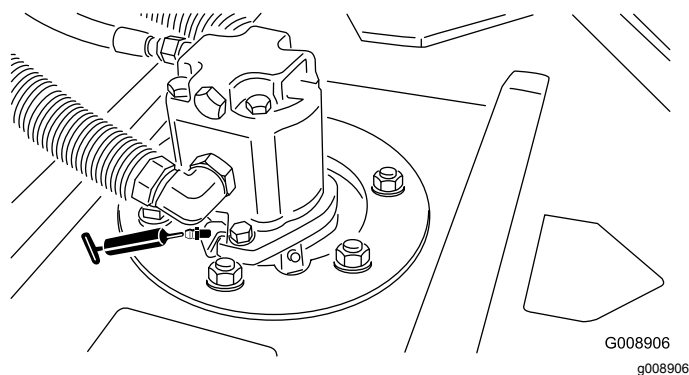

図 53
- カッティングユニットのスピンドルシャフトのベアリング各カッティングユニットに2ヶ所 図 53